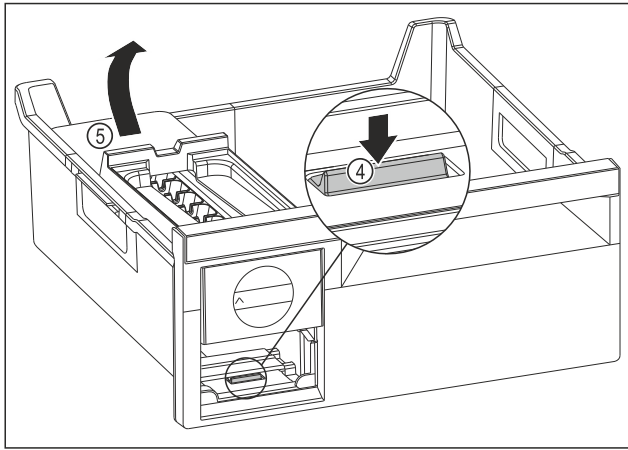

Fig. 136
- ▶ Retirer le corps de l'EasyTwist-Ice : Avec le doigt, pousser la languette Fig. 136 (4) vers le bas tout en soulevant de l'autre main le corps de l'EasyTwist-Ice Fig. 136 (5) depuis l'arrière.